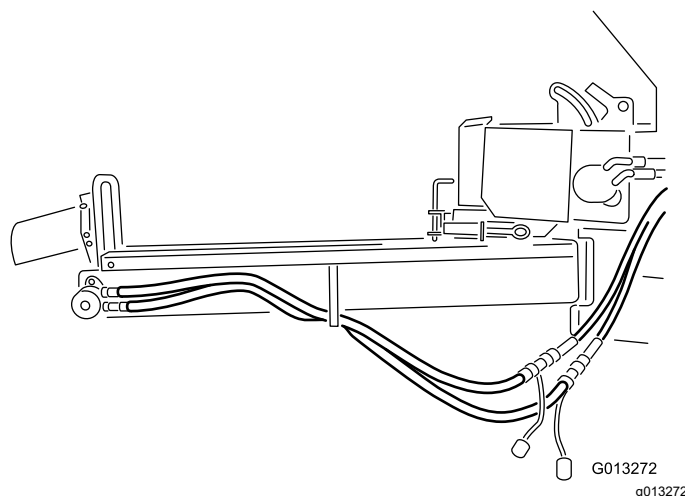

Figura 9
11. Conecte las mangueras según se muestra en **Figura 9**.